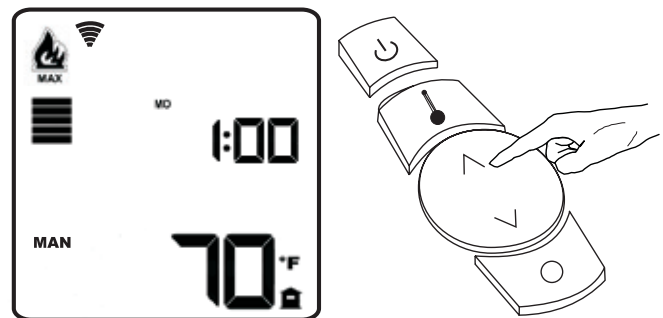

Figure 11
3. Utiliser le bouton de réglage de la télécommande pour régler l'appareil au niveau de chaleur souhaité. **Voir Figure 11.**